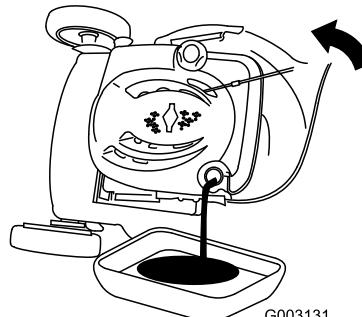

Figura 31
3. Ponga el cortacésped de lado (con el filtro de aire hacia arriba) para drenar el aceite usado a través del tubo de llenado de aceite (Figura 31).